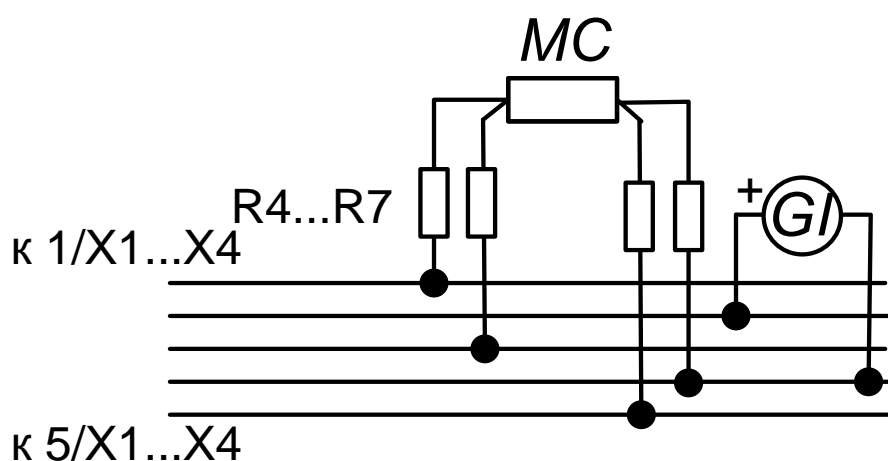

Рисунок 11.3 - Схема подключения для определения погрешности измерения сигналов ТС и тока (остальное рисунок 11)
- меру тока GI для проверки сигнала 4-20 мА (рисунок 11.3);
- магазин сопротивлений MS для проверки сигнала от ТС (рисунок 11.3).